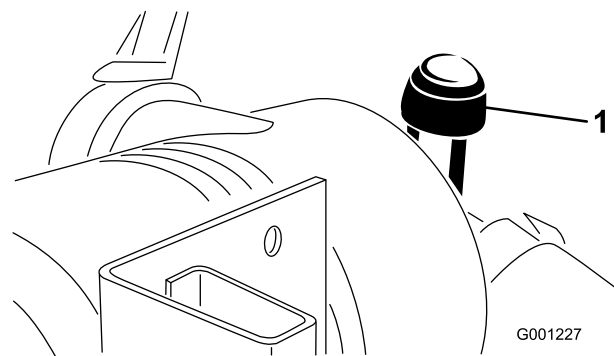

Figure 46
- Faites l'entretien du filtre à air quand l'indicateur de colmatage (Figure 46) est rouge ou toutes les 400 heures (plus fréquemment si vous travaillez dans une atmosphère extrêmement poussiéreuse ou sale). N'effectuez pas l'entretien du filtre à air trop souvent.
- Réarmez l'indicateur de colmatage (Figure 46) s'il est rouge.